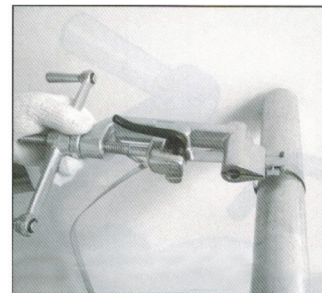

Рис. 2
6. Пропустить свободный конец ленты через щелевую прорезь режущей головки и заправить в автоматический фиксатор ленты. См. рис. 2.